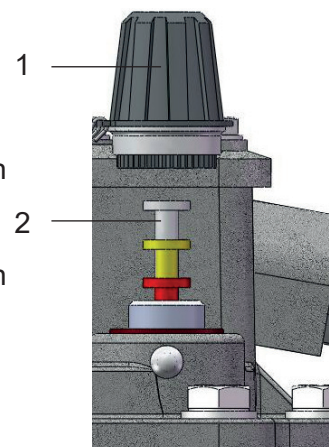

Bild 10 - Prüftaste
- Große Hutmutter (Bild 10/ Nr. 1) abschrauben
- Prüftaste (Bild 10/ Nr. 2) halb niederdrücken und gedrückt halten (Kontrolle des oberen Schaltsystems - Warnung)